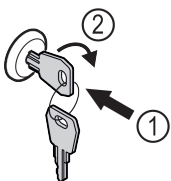

Fig. 140
- ▶ Shtyni çelësin brenda Fig. 140 (1).
- ▶ Rrotulloni çelësin me 90° në drejtimin orar Fig. 140 (2).